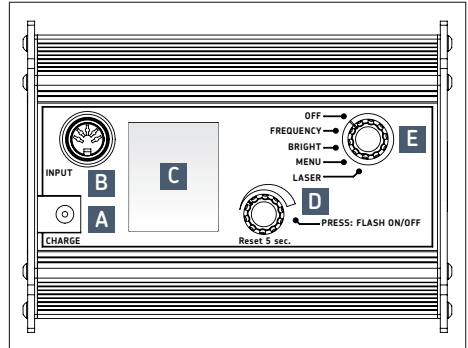

Abb. 1 – Stroboskop SKF TKRS 41
### 5.1 Anschlüsse (→ Abb. 1)
1. Gerät laden: Schließen Sie das Ladegerät an die Buchse CHARGE (A) hinten am Gerät an (→ Abb. 1).
2. Richten Sie das Gerät auf einen bewegten Gegenstand und schalten Sie es ein. Drehen Sie den Wahlschalter (E) eine Stufe nach links, auf FREQUENCY.